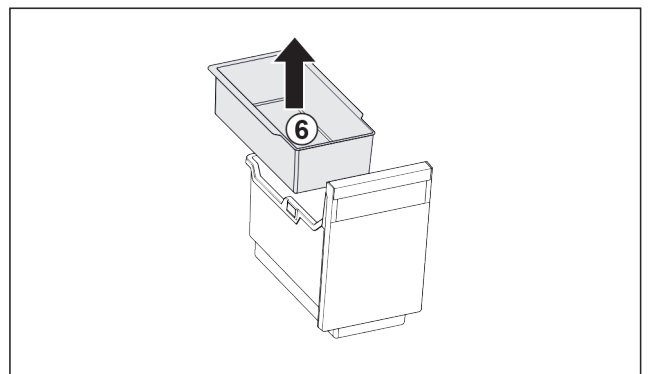

Fig. 101
- ▶ Вийняти підвісний лоток Fig. 101 (6).